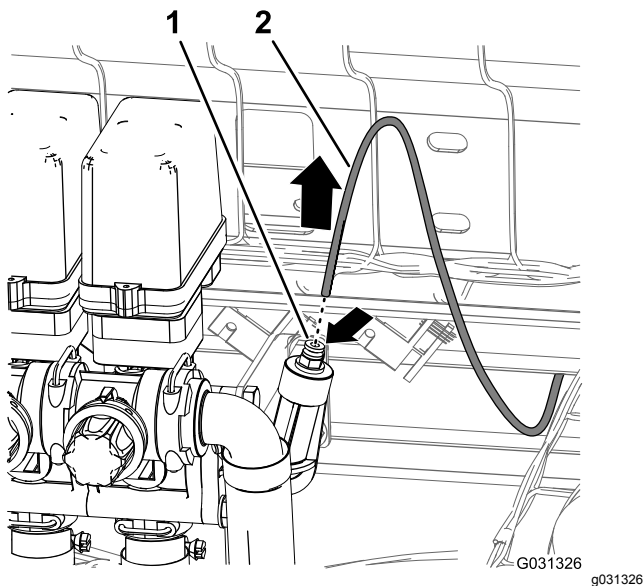

图 42
1. 按下右喷洒臂段阀右侧压力端口的管子连接器锁环图42。
2. 从管子连接器中拉出仪表板仪表压力传感管图 42。